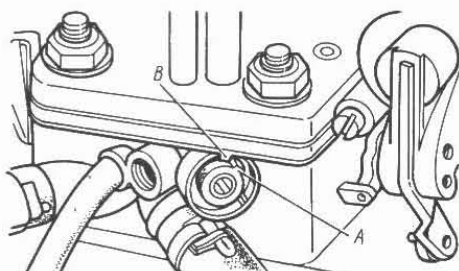

Fig. 9-19. Instalación del casquillo limitador del tornillo de la calidad (composición) en la mezcla: A - saliente del casquillo; B - tope
- embuta en el tornillo 2 un casquillo limitador nuevo en una tal posición que el saliente del casquillo, rozando el tope en el orificio, no permita desenroscar el tornillo (fig. 9-19).